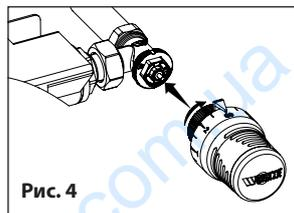

Рис. 4
- 4 - Установите головку на адаптер и затяните с помощью прижимной гайки. (Рис. 4)